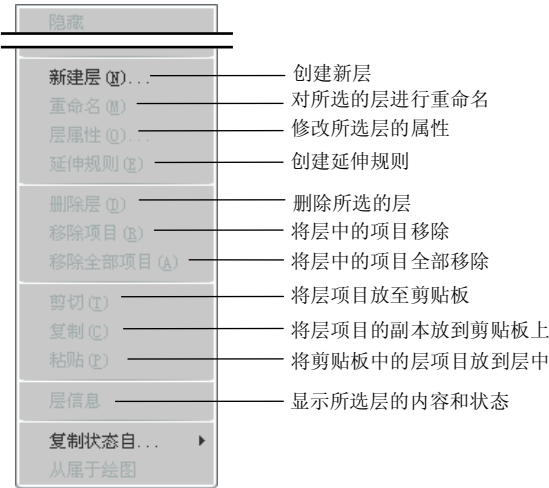

图 9.1.4 “层”下拉菜单
- Step2. 在层的操作界面中，单击按钮，系统弹出图 9.1.4 所示的下拉菜单，选择新建层(N)...命令。